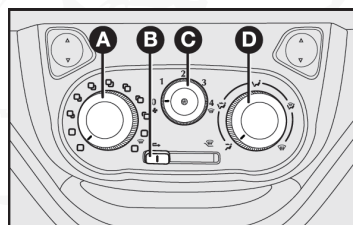

fig. 37
### CONTROLES - fig. 37
- 5) Palanca para la recirculación del aire B-fig. 37: en posición , equivalente a la entrada de aire desde el exterior.